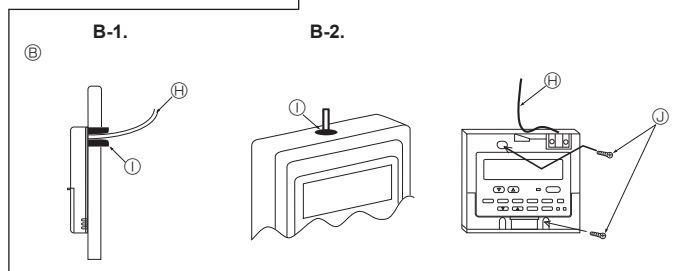

Fig. 7-7
- 2) Dicht de opening voor de afstandsbedieningskabel af met stopverf om te voorkomen dat er dauwdruppels, water, kakkerlakken of wormen inkomen. (Fig. 7-7)